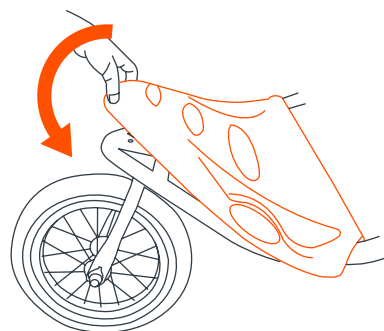

Fig. 5c
- Aligner le pare-chocs et presser sur le cadre avant (Fig. 5c).